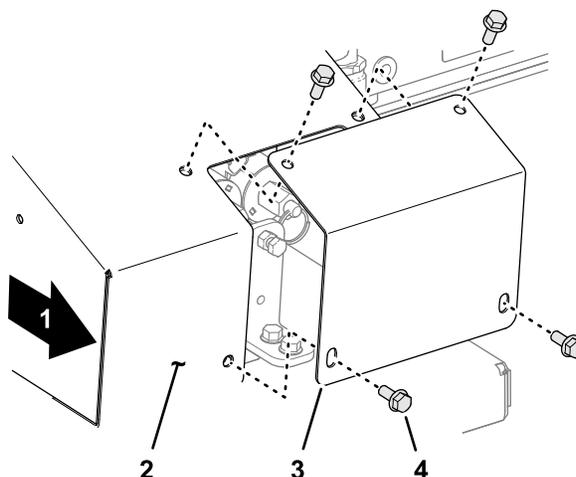

図 32
- 機体の右側で、カバープレートをオーバーライドカバーに固定しているフランジヘッドボルトキャップスクリュー4本を外す 図 32。